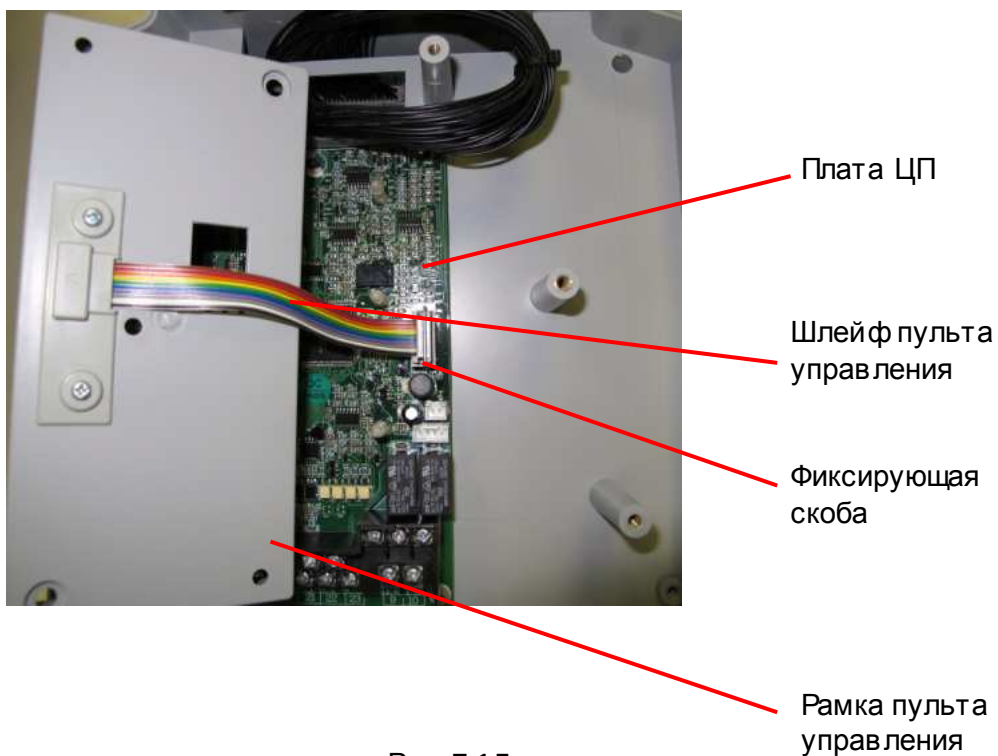

Рис. 7.15
- 7.8.1. Взять рамку со шлейфом, соединить его разъем с разъемом платы ЦП и зафиксировать фиксирующей скобой (рис. 7.15).